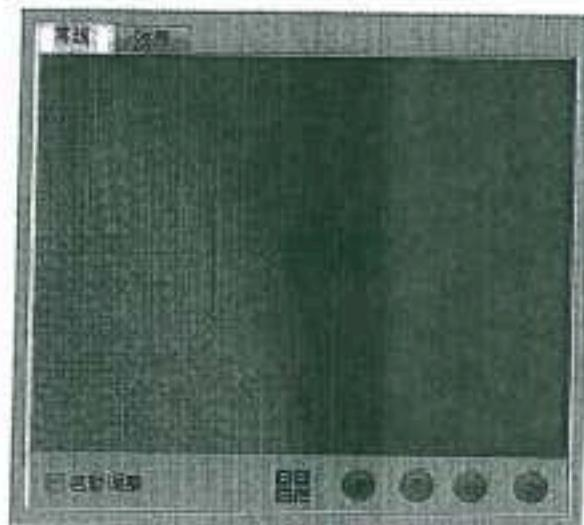

Рисунок 29.
- Подготовьте материал, включите насос, нажмите на подачу вручную и загрузите материал на стол. Затем вручную откройте окно камеры, переместите камеру в точку первой позиции (рис. 29).